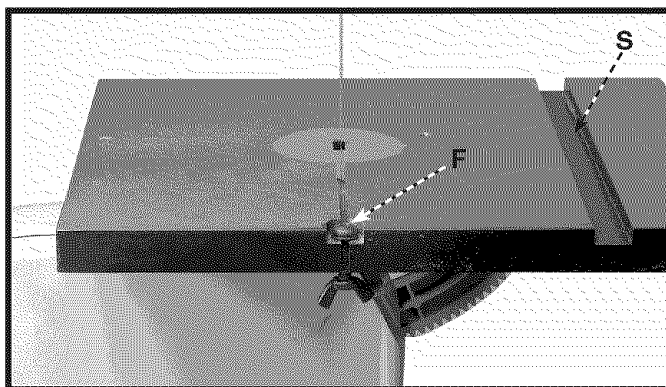
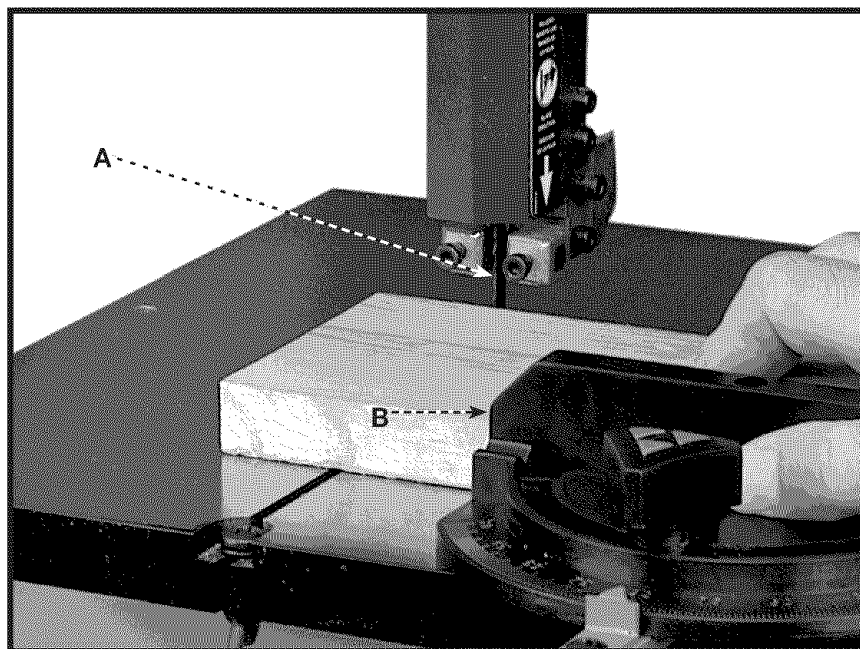

Fig. 37
Fig. 40
4. Retirer les vis d'alignement de la table (F) fig. 37.
10. Pour utiliser le guide d'onglet comme l'illustre la fig. 40, insérer la barre du guide d'onglet dans la rainure à cet effet (S) fig. 37, et le régler à l'angle voulu.
La fig. 40 illustre une opération de tronçonnage type à l'aide du guide d'onglet. Remarquer comment l'ensemble du guide de lame supérieure (A) est réglé un peu au-dessus de la surface de travail (B).